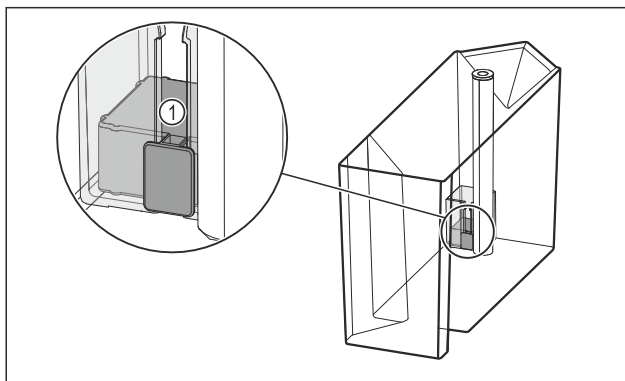

Fig. 100
- ▶ Kontrollige, kas ujuk Fig. 100 (1) on kinni kiilunud. Kui ujuk on kinni kiilunud: